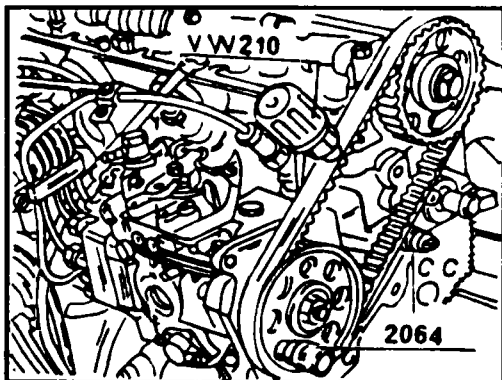

Рис. 3.31 Проверка напряжения зубчатого ремня ТНВД
- ◆ Приспособление для проверки натяжения приставьте к ремню в месте, показанном на рис. 3.31, и проверьте натяжение. Приспособление должно показывать 12 и 13 единиц.